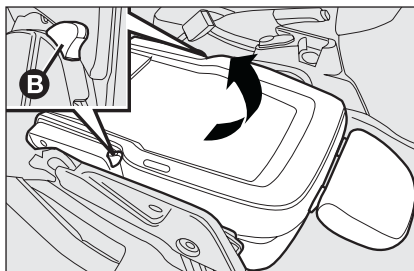

fig. 25
- ☐ actuar la palancas **B**-fig. 25 y levantar nuevamente el asiento hacia arriba.